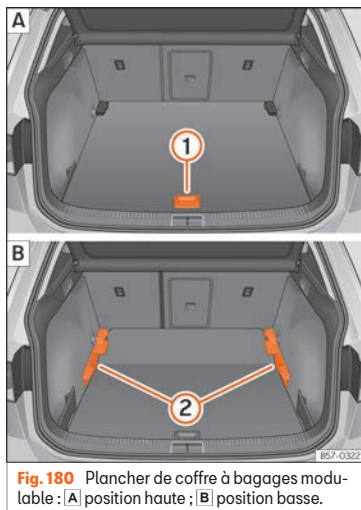

Fig. 180 Plancher de coffre à bagages modulable : **A** position haute ; **B** position basse.
- Lorsque le plancher modulable se trouve en position haute, relevez-le à l'aide de la poignée » fig. 180 ①, tirez-le et repoussez-le vers le dossier de la banquette arrière jusqu'à ce qu'il se plie au niveau de la charnière et que sa partie mobile repose contre le dossier.
- Pour passer de la position haute en position basse, relevez le plancher modulable avec la poignée » fig. 180 ① et tirez-le légèrement vers l'arrière.
- Poussez le plancher modulable en direction des sièges arrière rabattus à l'aide de la poignée ① en appuyant légèrement dessus de manière à placer la partie mobile du plancher au même niveau que le dossier des sièges arrière.